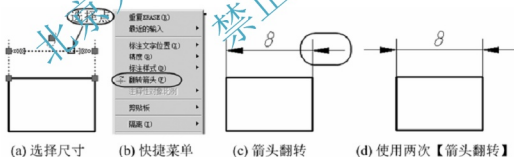

图 6-73 翻转箭头过程
使用【翻转箭头】命令, 将图 6-73(a)中的尺寸箭头修改成图 6-73(d)所示方向。
- (1) 鼠标选择尺寸标注, 如图 6-73(a)所示; 然后, 按右键, 此时弹出如图 6-73(b)所示的快捷菜单。
- (2) 选择【翻转箭头】快捷命令, 结果如图 6-73(c)所示, 靠近选择点一侧的箭头翻转 180° , (一次只能翻转一个箭头)。
- (3) 重复上述步骤, 翻转另一侧箭头, 结果如图 6-73(d)所示。